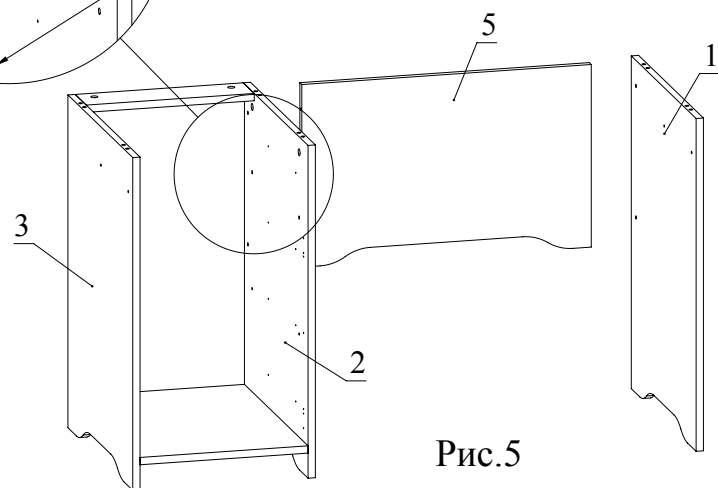

Рис.5
4. В детали 2 (или 3), в зависимости от того, на какую сторону собирается тумба стола, досверлить насквозь два глухих отверстия (Рис. 5).
5. Соединить при помощи конфирматов 7х50 детали 1 и 5 (Рис. 5). Скрепить полученную сборку с деталью 2 при помощи конфирматов 7х50 (Рис. 5).